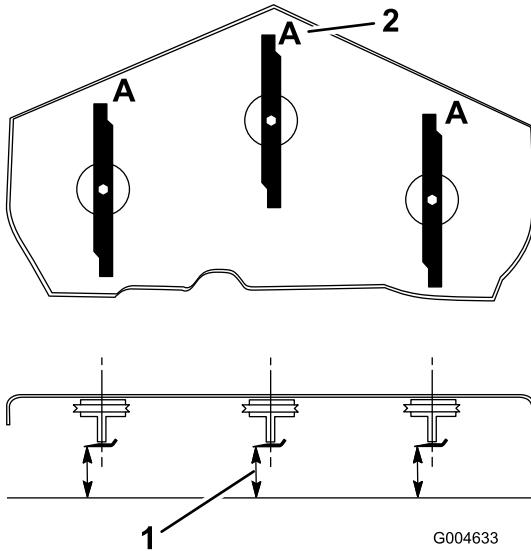

Figura 94
3. Girate le lame fino a disporle in parallelo con la lunghezza della macchina (Figura 94).
**Nota:** Misurate da un piano orizzontale fino al tagliente delle lame, posizione A, (Figura 94). Prendete nota di questa misura.